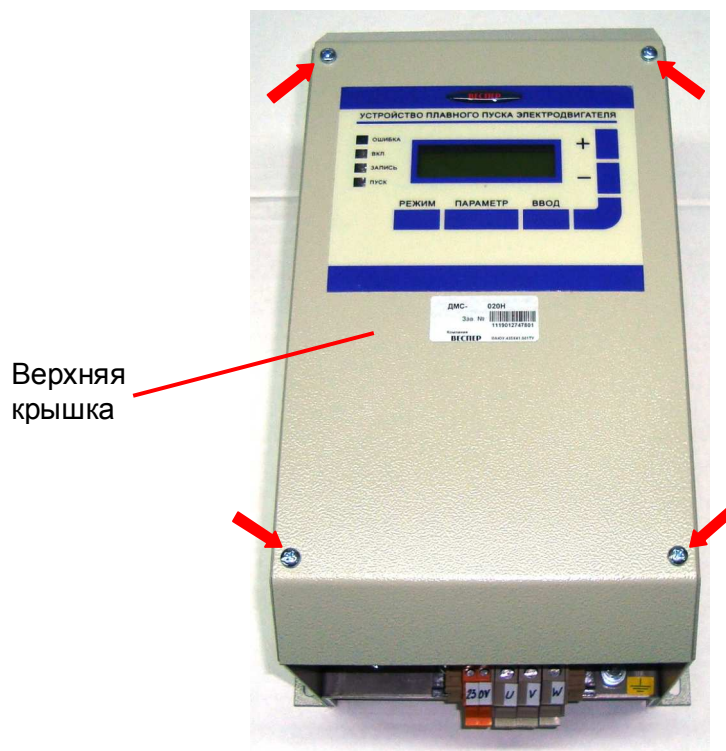

Рис. 6.1. Демонтаж верхней крышки.
6.1.2 Выкрутить четыре винта (рис. 6.1, красные стрелки), демонтировать верхнюю крышку. Положить винты и крышку в тару.